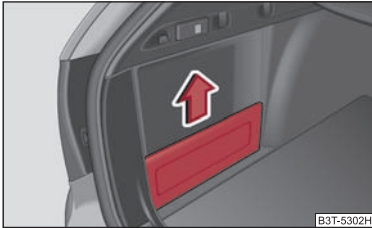

Fig. 118 Compartimentul lateral fără posibilitate de încuiere
- Apucați capacul de partea de sus și scoateți-l cu atenție în sensul indicat de săgeată ⇒ fig. 118.